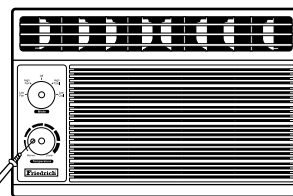

Fig. 3
1. Retirez les boutons des sélecteurs de mode et de température en les tirant doucement. (Fig. 3)
2. Déposez la vis de fixation de la grille avant (Fig. 3). La vis se situe en arrière du bouton du sélecteur de température.